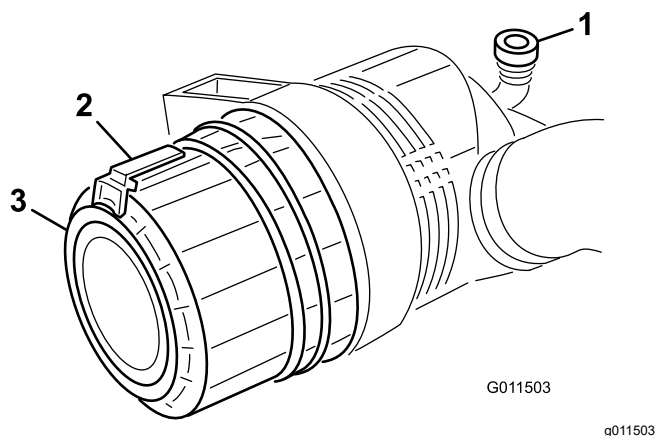

Figura 70
1. Puxe o trinco para fora e rode a cobertura do filtro de ar no sentido contrário ao dos ponteiros do relógio (Figura 70).